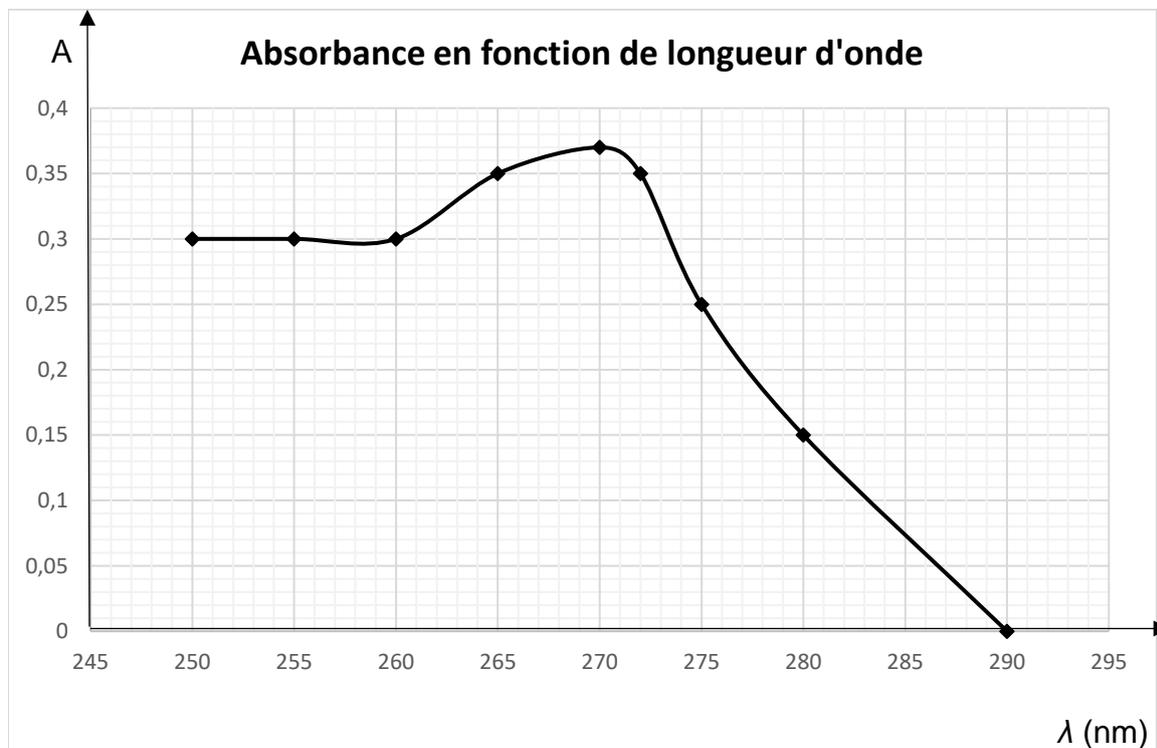

Figure 4. Spectre d'absorption des ions benzoate en solution aqueuse
5.1. À l'aide du graphe de la figure 4, expliquer à quelle longueur d'onde λ le spectrophotomètre doit être réglé pour les futures mesures.